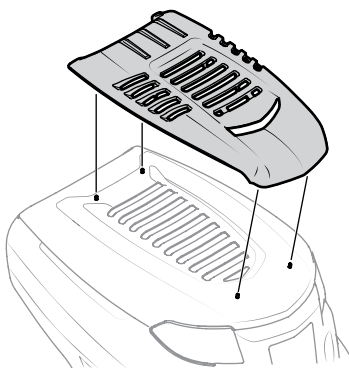

Figura 2-30
3. Encaixe o aerofólio do capô em sua posição usando o capô como guia. Veja Figura 2-30.